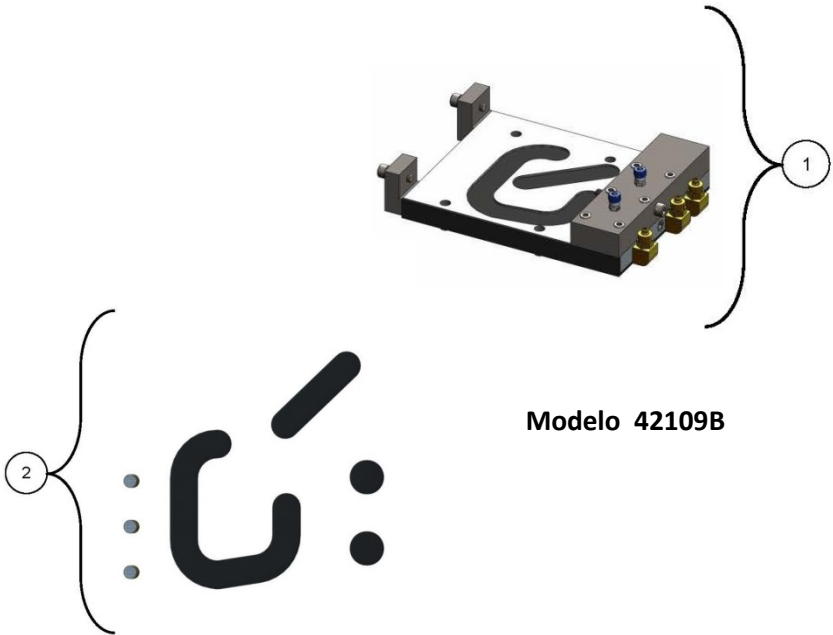

**Figura 6: Conjunto
3. Llene con arena preparada en el recipiente de mezcla húmeda (Ítem 1, Figura 6) de la Sopladora Universal de Probetas, luego inserté el cartucho de soplado (Ítem 1, Figura 6) sobre el recipiente de mezcla húmeda, presione ambos hasta completar un solo ensamble, invierta el ensamble obtenido en posición vertical dejando el orificio de soplado abajo, entonces golpeando suavemente hasta que salga arena por el orificio de soplado. Inserte dicho ensamble en el brazo soporte de cartucho de la Sopladora Universal de Probetas.
4. Llene con arena preparada en el recipiente de mezcla húmeda (Ítem 1, Figura 6) de la Sopladora Universal de Probetas, luego inserte el cartucho de soplado (Ítem 1, Figura 6) sobre el recipiente de mezcla húmeda, presione ambos hasta completar un solo ensamble, invierta el ensamble obtenido en posición vertical dejando el orificio de soplado abajo, entonces golpeando suavemente hasta que salga arena por el orificio de soplado. Inserte dicho ensamble en el brazo soporte de cartucho de la Sopladora Universal de Probetas.